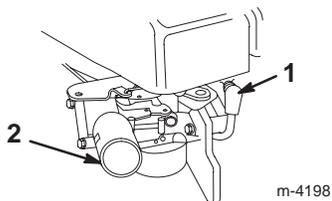

Figure 11
1. Branchez la bougie (Fig. 11).
2. Appuyez sur l'amorceur à 3 reprises, en marquant une pause d'une seconde chaque fois (Fig. 11).